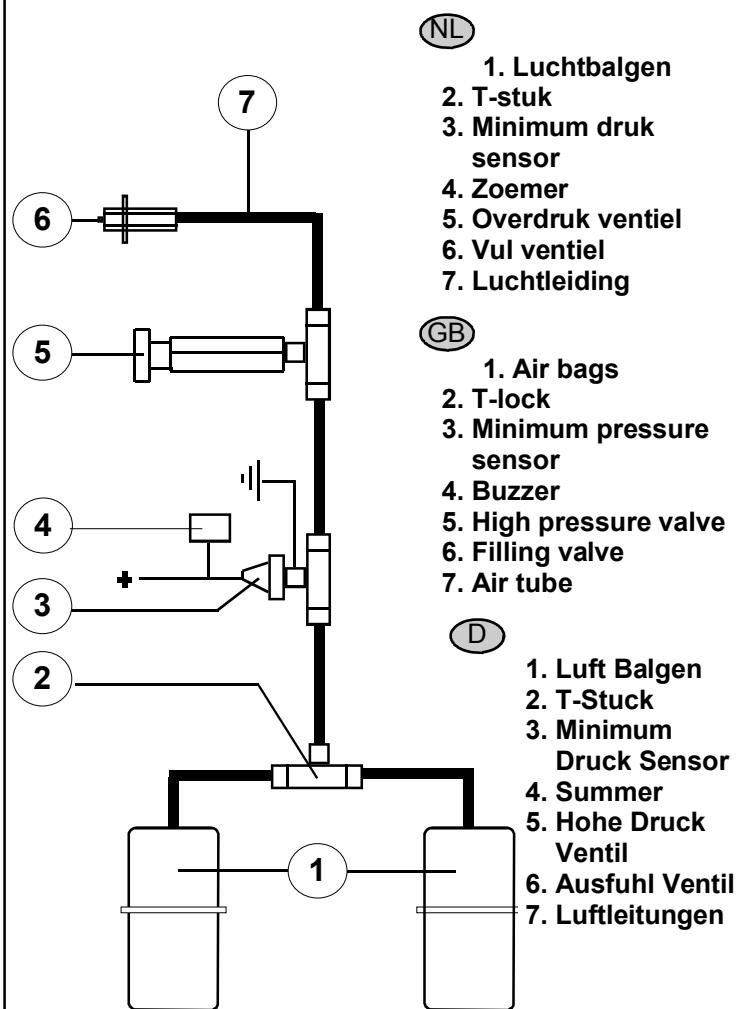

fig. 1
2. Leidt de luchtleiding tussen de carrosserie en de bovenste veerschotel door de veer in. Laat nu de leiding door de tweede winding van onderen weer de veer uitkomen. zie Fig.1
2. Leiten Sie die Luftleitung zwischen den Karosserie und den oberen Federteller den Feder hinein. Die Luftleitung muss durch den zweite Windung von unten wieder heraus kommen. sieh Fig. 1.
2. Lead the air tube between the body and the upper spring seat inside the Mainspring, the tube must leave the spring near the second winding, see Fig.1.